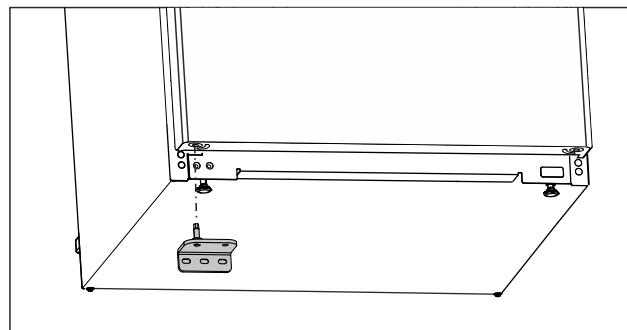

Fig. 25
- Вставте нижній опорний кронштейн із протилежного боку. (див. Fig. 25)